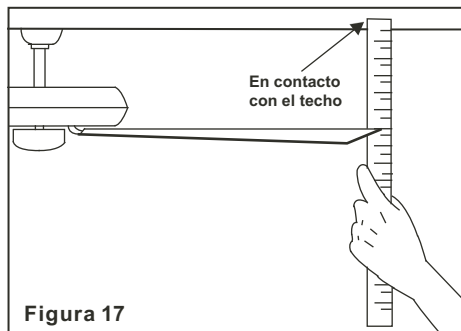

Figura 17
2. La mayoría de los problemas de oscilación se originan cuando los niveles de las aspas son desiguales. Revisar esté nivel por medio de seleccionar un punto del techo por encima de la punta de una de las aspas. Medir esta distancia como se muestra en la Figura 17. Rotar el ventilador hasta que la siguiente aspa esté ubicada para medición. procedimiento para cada aspa. Las medi repetir el das hacer fucional deben mantenerse dentro de 1/8 pulgadas (3mm).